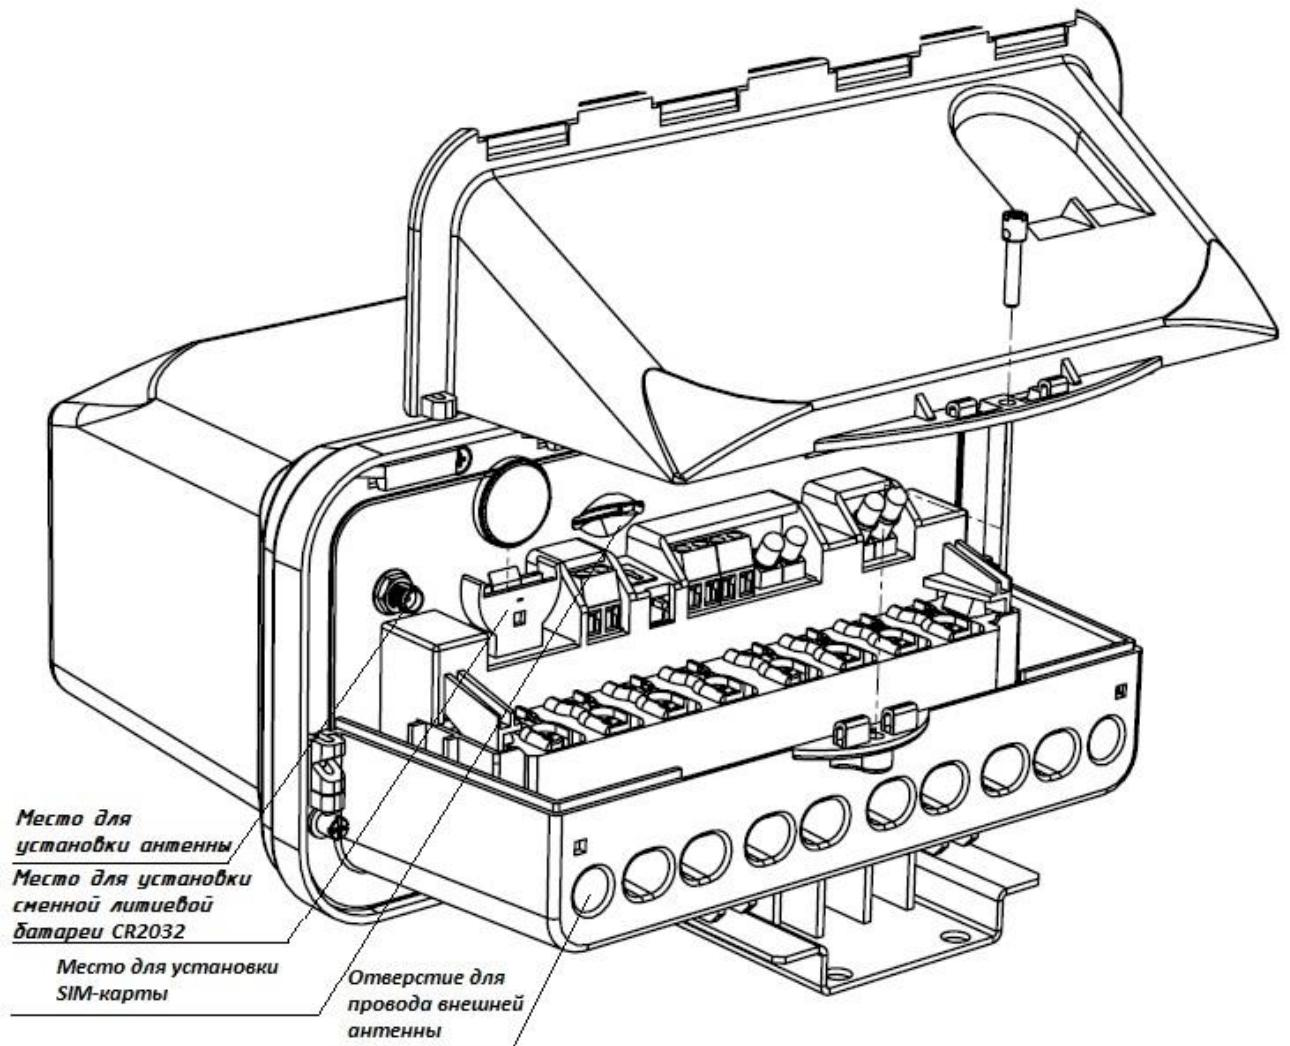

Рисунок 20 - Расположение батареи CR2032 и SIM-карты в измерительном блоке счетчика в корпусе SPLIT
4.3.3.2 У счетчиков с интерфейсом GSM подключить antennu GSM, кабель внешней антенны рекомендуется продеть через отверстие в клеммной крышке измерительного блока (рисунок 20).